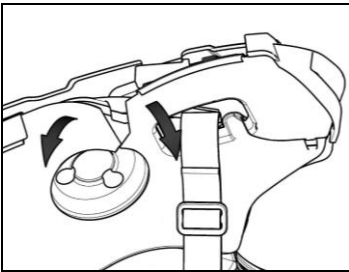

Abb. 10
- Entfernen Sie den Plastiküberzug (Abb. 10).